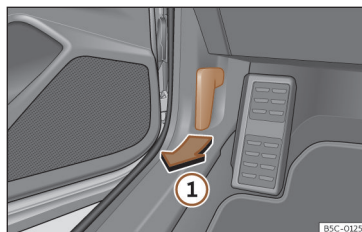

Fig. 189 Lever de déverrouillage sur le plancher, côté conducteur.
- Ouvrez la portière et tirez sur le levier situé sous le tableau de bord >>> **fig. 189** ①.